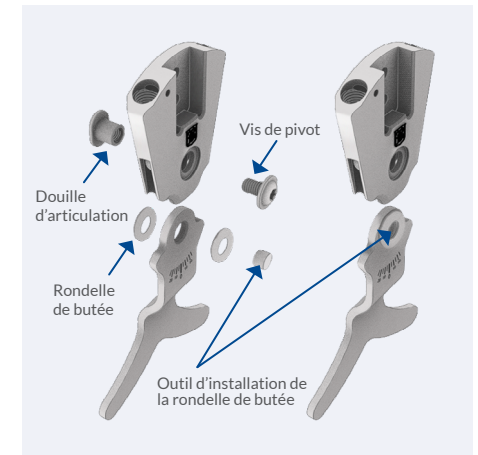

Fig. 2
b. Installer l'étrier MILINE à l'aide des rondelles de butée sélectionnées (incluses) pour régler le jeu médiolateral du composant à la stabilité désirée. Consulter le Tableau 2 reprenant les rondelles de butée incluses par taille de composant. Une fois l'épaisseur des rondelles désirée sélectionnée, utiliser l'outil d'installation de la rondelle de butée pour maintenir les rondelles de butée alignées à l'étrier lors de son insertion dans le composant (Figure 2). Une fois l'outil d'installation de la rondelle de butée aligné au trou d'articulation, installer la douille d'articulation et retirer l'outil d'installation de la rondelle de butée du trou d'articulation. Appliquer une goutte d'adhésif bloquant à la vis d'articulation et serrer. Utiliser une clé dynamométrique pour tourner la vis d'articulation à la valeur indiquée dans le Tableau 1.